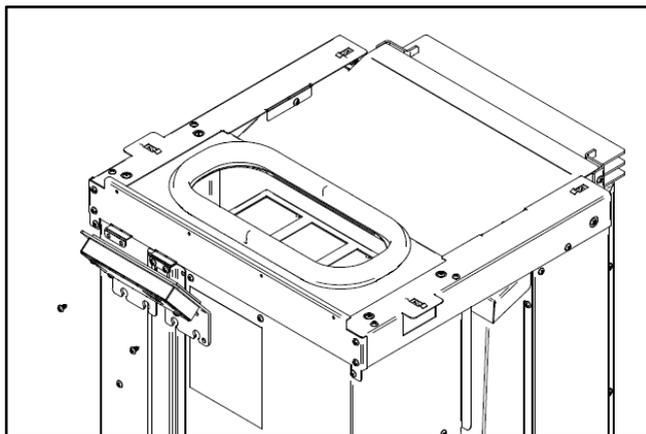

Figure 56 – Kit Fuji
a) Placez l'écran à l'intérieur de la cuve à pellets à l'arrière de la machine comme indiqué sur la Figure 56. Pour effectuer cette tâche, il est nécessaire de desserrer légèrement les vis à l'arrière. Lors du serrage de l'écran, il peut être nécessaire de procéder à un réglage en hauteur.